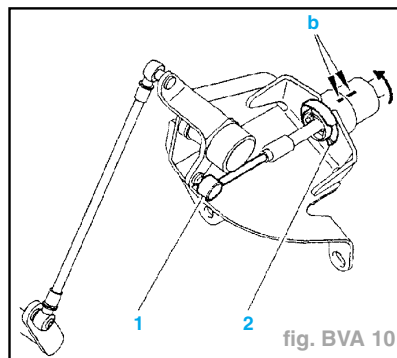

fig. BVA 10
- Emboîter la rotule (1).
- Reposer le cavalier (2).
- Vérifier que les repères de peinture "b", soient alignés (fig. BVA 10).